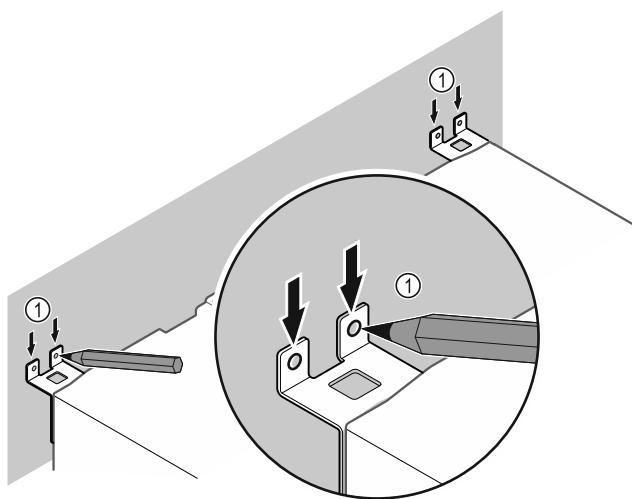

Fig. 68
- Markierungen an der Wand setzen Fig. 68 (1).